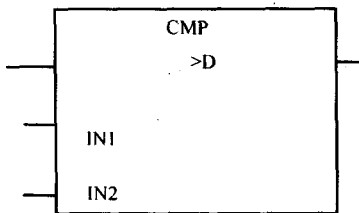

图 6-12 STEP7 的梯形图比较指令
- 4) 如图 6-12 所示，梯形图指令的出现作了轻微的改变，来遵守 IEC-1131-3（我们会在第 9 章介绍）。CMP 指令可以连接到布尔逻辑的梯级，通过在模块左边和右边的最高的连接线。将要被比较的地址或常数值可以从模外输入到 IN1 和 IN2 的左边。IN1 表示将会放到累加器 2 的值，并且 IN1 的值会在比较执行之前进入累加器 1。在图 6-12 中，如果 IN1 比 IN2 大，语句的结果为真。